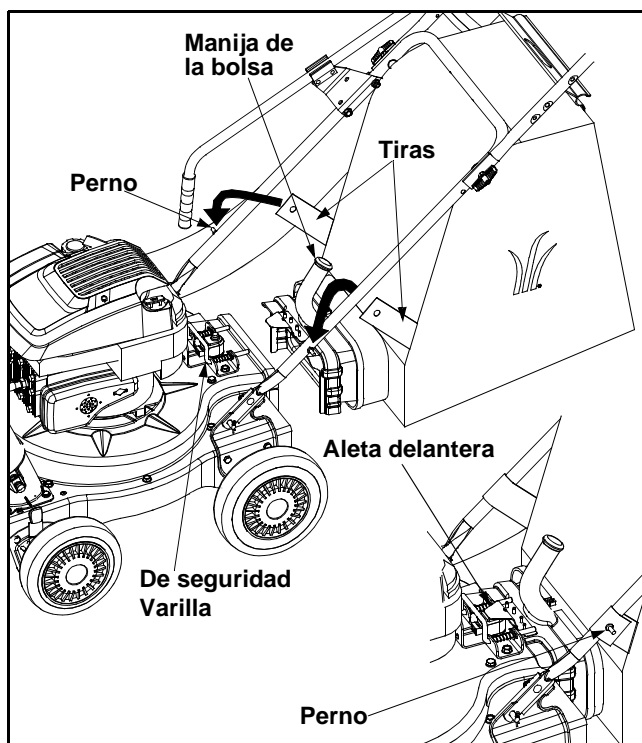

Figura 4
- Sostenga la manija de la bolsa con una mano y deslice la varilla de seguridad del soporte de montaje hacia el motor con la otra mano. Use el extremo del soporte de montaje como palanca cuando deslice la varilla de seguridad. Ver Figura 4.
- Saque la bolsa del borde de la abertura de descarga. Consulte Figura 4.